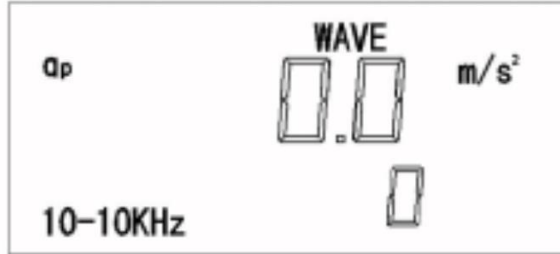

图 3-5
2.打开仪器开关，大约两秒钟后液晶屏上显示为待机状态，见图 3-5；